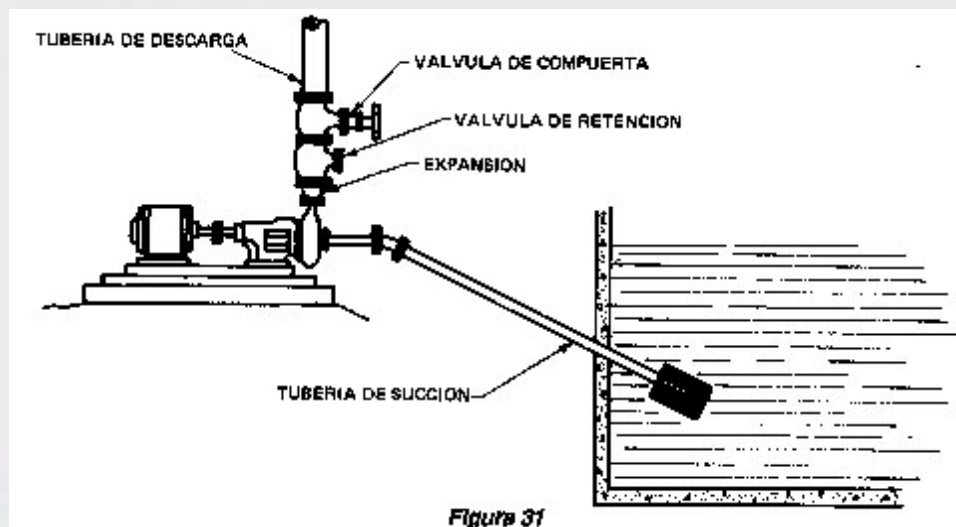

Figura 31
La válvula de retención va entre la bomba y la válvula de compuerta. En caso de utilizar campanas o conexiones de aumento en la tubería de descarga, dichas conexiones deben quedar localizadas entre la válvula de retención y la bomba (Figura 31). La tubería de descarga no debe ser en ningún caso de menor diámetro que el que corresponde a la salida de la bomba y es más bien preferible elegirla entre una o dos de los tamaños próximos mayores.
2. Tubería de succión. (figura 31):
La tubería se debe tender de tal manera que la formación de bolsas de aire quede eliminada por completo (Figura 31). Y en las que se pueden apreciar los procedimientos correctos para instalar la tubería de succión. La tubería debe probarse con presión para probar fugas eventuales.